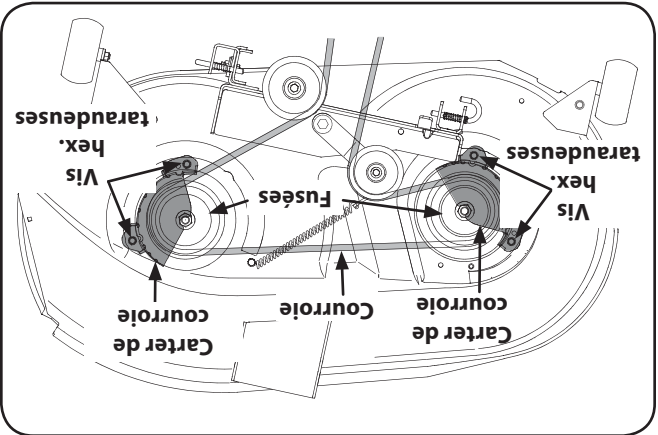

Figure 7-8 (42 po)
2. Avec une clé de 15/16es de po, tenez l'écrou à six pans sur le haut de la fusée en desserrant l'écrou à six pans qui retient la lame. Une cale en bois peut être placée entre l'habitacle du plateau de coupe et le tranchant de la lame pour dégager l'écrou à six pans qui retient la lame. Voir la Figure 7-8. Utilisez une 15/16" wrench to hold the hex nut on top of the spindle assembly when loosening the hex nut securing the blade. A block of wood may be placed between the deck housing and the cutting edge of the blade to help in breaking loose the hex nut securing the blade. See Fig. 7-8.